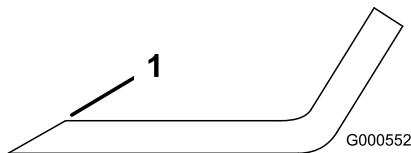

Figura 70
1. Affilate i taglienti da entrambe le estremità della lama con una lima (Figura 70).
Nota: Se la lama non è bilanciata, limate del metallo soltanto dalla costa (Figura 70).